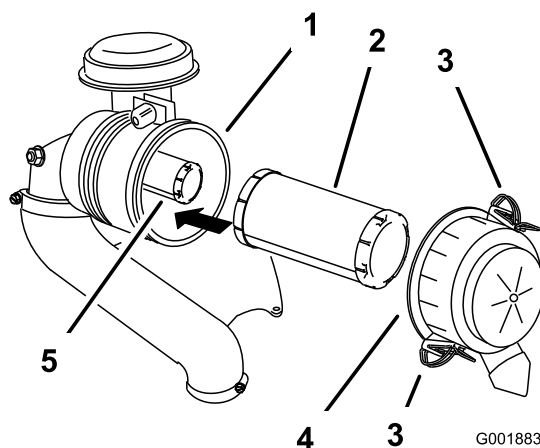

Bild 41
3. Lösen Sie die Riegel am Luftfilter und ziehen Sie die Luftfilterabdeckung vom Luftfiltergehäuse ab (Bild 41).
5. Schieben Sie den Hauptfilter vorsichtig aus dem Luftfiltergehäuse heraus (Bild 41).
- Wenn Sie den Sicherheitsfilter auswechseln, schieben Sie ihn vorsichtig in das Filtergehäuse (Bild 41).
- Schieben Sie den Hauptfilter vorsichtig auf den Sicherheitsfilter (Bild 41).
- Bringen Sie die Luftfilterabdeckung so an, dass die Seite mit **Up** nach oben zeigt, und rasten Sie die Riegel ein (Bild 41).